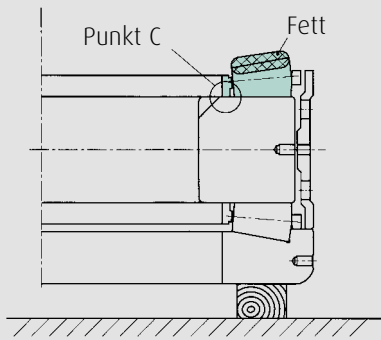

Abb. 3.42
6. Den Bord und die Laufbahn der Gehäusescheibe mit Einbaumarkierung B dick einfetten, auf allen anderen Flächen dünn Fett auftragen (Stirnflächen fettfrei lassen). Die Gehäusescheibe vorsichtig auf den Rollensatz auflegen (Abb. 3.42) und durch Drehen sorgfältig zentrieren. Die vorgegebene Fettmenge durch die Schmierbohrung im äußeren Zwischenring in das Lagerinnere einbringen. Die vorgegebene Fettmenge in die Schmierbohrung und Nut der Gehäusescheibe einbringen. Die Außen-